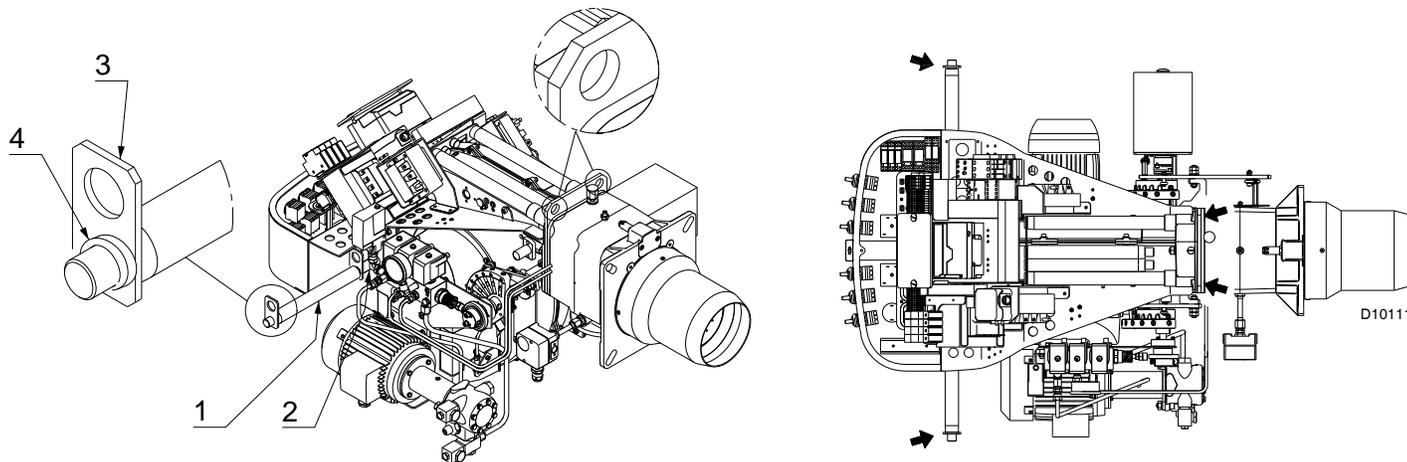

Fig. 10
- ajuste las dos barras de extensión 1) en las tuercas 2) (Fig. 10);
- Los cuatro puntos de elevación del quemador se indican en Fig. 10.